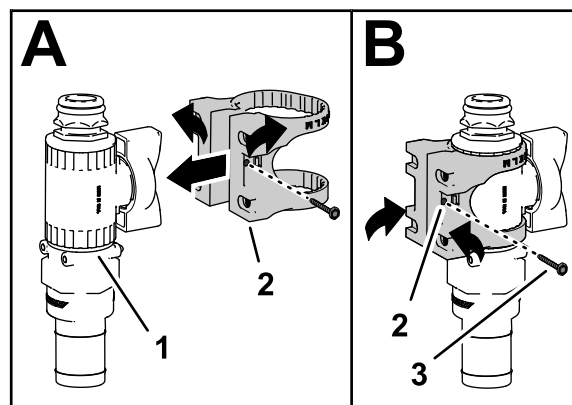

Figura 27
5. Montați suportul pentru supapă pe supapa de control, după cum se arată în seciunea A din Figura 27.
6. Fixați suportul pentru supapă la supapa de control cu ajutorul urubului cu guler (#6) i strângerii urubul manual (B din Figura 27).